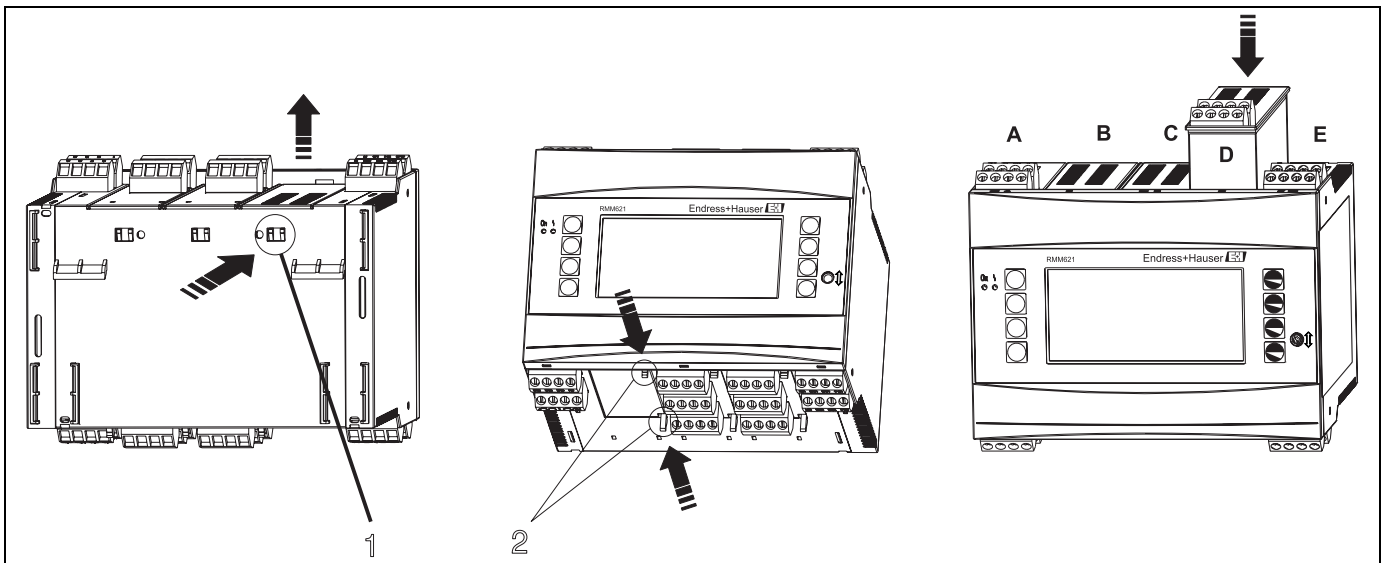

Fig. 3: Inbouw van een uitbreidingskaart (voorbeeld)
U kunt het instrument met verschillende uitbreidingskaarten uitrusten. Hiervoor staan maximaal drie steekplaatsen in het instrument ter beschikking. De steekplaatsen voor de uitbreidingskaarten zijn op het instrument met B, C en D (→ Fig. 3) gemarkeerd.
2. Verwijder de blindplaat uit de betreffende steekplaats (B, C of D) van het basisinstrument, door de borglippen aan de onderzijde van het instrument samen te drukken (z. Fig. 3, pos. 2), en tegelijkertijd de borglip op de achterzijde van de behuizing (bijv. met een schroevendraaier) naar binnen te drukken (z. Fig. 3, pos. 1) en de blindafdekking naar boven toe uit het basisinstrument te trekken.
3. Plaats de uitbreidingskaart van boven af in het basisinstrument. Pas wanneer de borglippen aan de onder- en de achterzijde van het instrument borgen (z. Fig. 3, pos. 1 en 2), is de uitbreidingskaart correct ingebouwd. Let erop, dat de ingangsklemmen van de uitbreidingskaart boven liggen en dat de aansluitklemmen net zoals bij het basisapparaat naar voren wijzen.